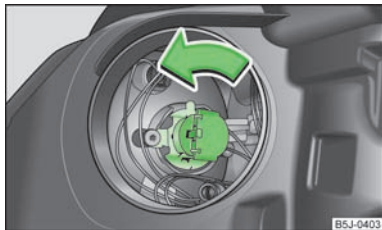

Fig. 146
- Girar el conector con la bombilla hasta la tope en el sentido contrario al de las agujas del reloj » fig. 146 y retirarlo.